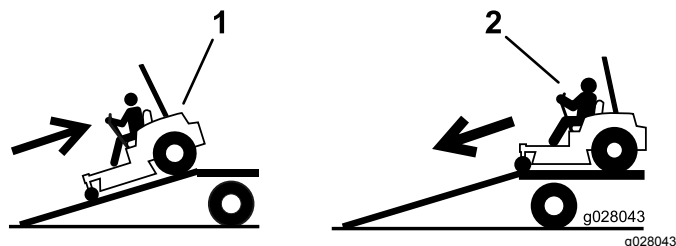

**Figura 39**
5. Utilizzate gli anelli di ancoraggio sulla macchina per fissarla saldamente al rimorchio o all'autocarro per mezzo di cinghie, catene, cavi o corde (Figura 39).